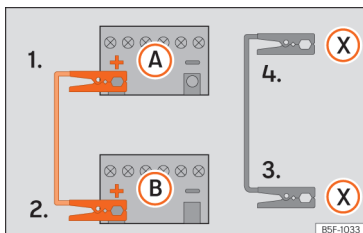

Fig. 216 Esquema de ligação para veículos com sistema Start Stop.
Os cabos de arranque apenas se deverão ligar seguindo a ordem 1 > 2 > 3 > 4 »» Fig. 216.
Nos veículos com sistema Start-Stop: ligue uma extremidade do cabo preto de emergência (X) a um terminal de massa adequado, a uma peça de metal maciça que esteja aparafusada ao bloco do motor ou ao próprio bloco do motor »» Fig. 216.
5. Ligue a outra extremidade do cabo preto de emergência (X), no veículo com a bateria descarregada, a uma peça de metal maciça que esteja aparafusada ao bloco do motor ou ao próprio bloco do motor, mas o mais afastado possível da bateria A.